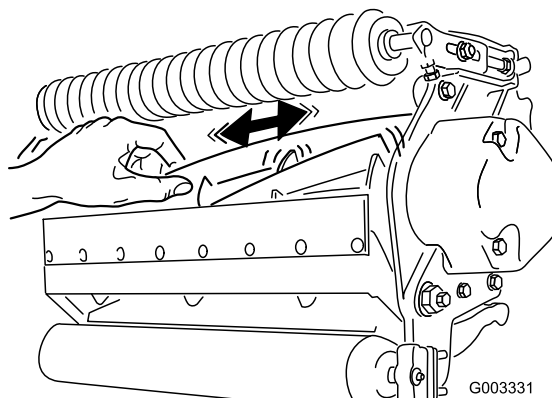

Figura 23
2. Utilizzando uno straccio o un guanto ben imbottito, bloccate la lama del cilindro e tentate di spostare il gruppo cilindro da lato a lato (Figura 23).